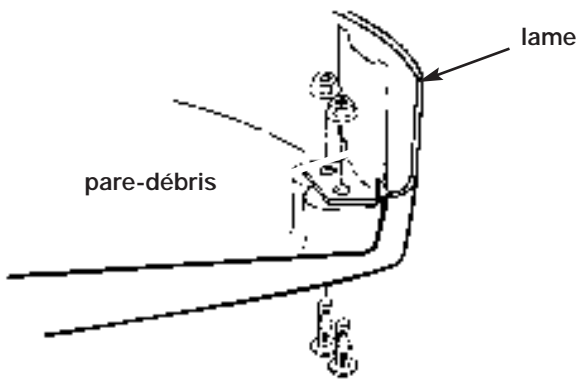

Fig. 35
1. Retirer la lame du pare-débris (Fig. 35).